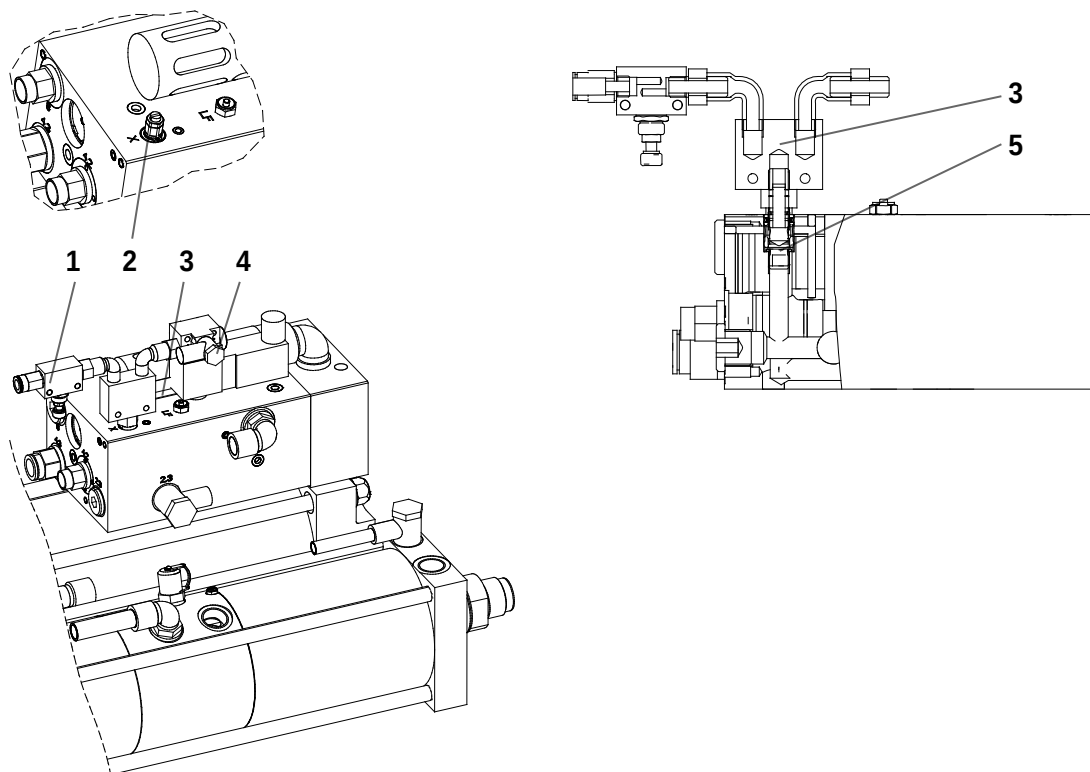

Fig. 19 Montage du module ZKHF/ZKHD-X 1/8", dispositif externe de validation / désactivation de la course de travail
- 2 Visser le module ZKHF/ZKHD-X ou la valve OU (Fig. 19/2) sur l'ouverture située sur le limiteur « X » avec l'adaptateur 413 (Fig. 19/4), les joints toriques correspondants et l'embout double 1/8".
- 3 Brancher le raccord 1 (Fig. 19/3) de la soupape de commande électrique sur le dispositif externe d'alimentation permanente en pression.
- 4 Brancher le limiteur « X » avec un raccord en T sur celui du conduit de course de retour du dispositif externe de validation de course de travail (Fig. 19/1).